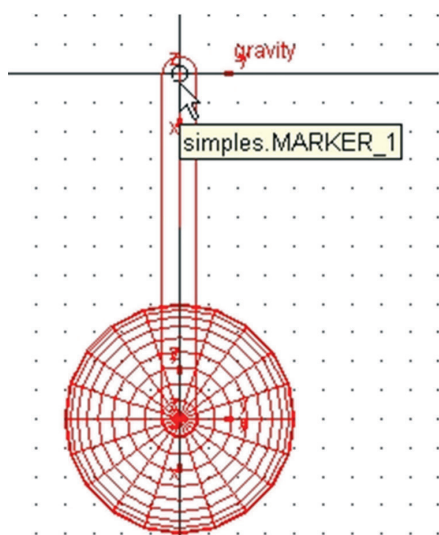

Figura 2.25 – Marcação do ponto de inserção da junta revoluta.
- Preencha as abas referentes a essa junta da seguinte maneira: *Construction* opção *1 Location* e, em seguida, na aba logo abaixo, *Normal to Grid*, Figura 2.8a. Neste caso, ao fornecer a posição de inserção, o ADAMS/View automaticamente selecionará as partes necessárias para inserção da restrição, no caso o *link* e o *ground part*. O *marker* a ser escolhido é o *simples.MARKER\_1*, conforme a Figura 2.25.